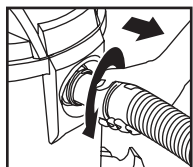

FIGURA 23
32. Desensroque la tuerca de fijación de la manguera y sáquela de la entrada. **FIGURA 23.**